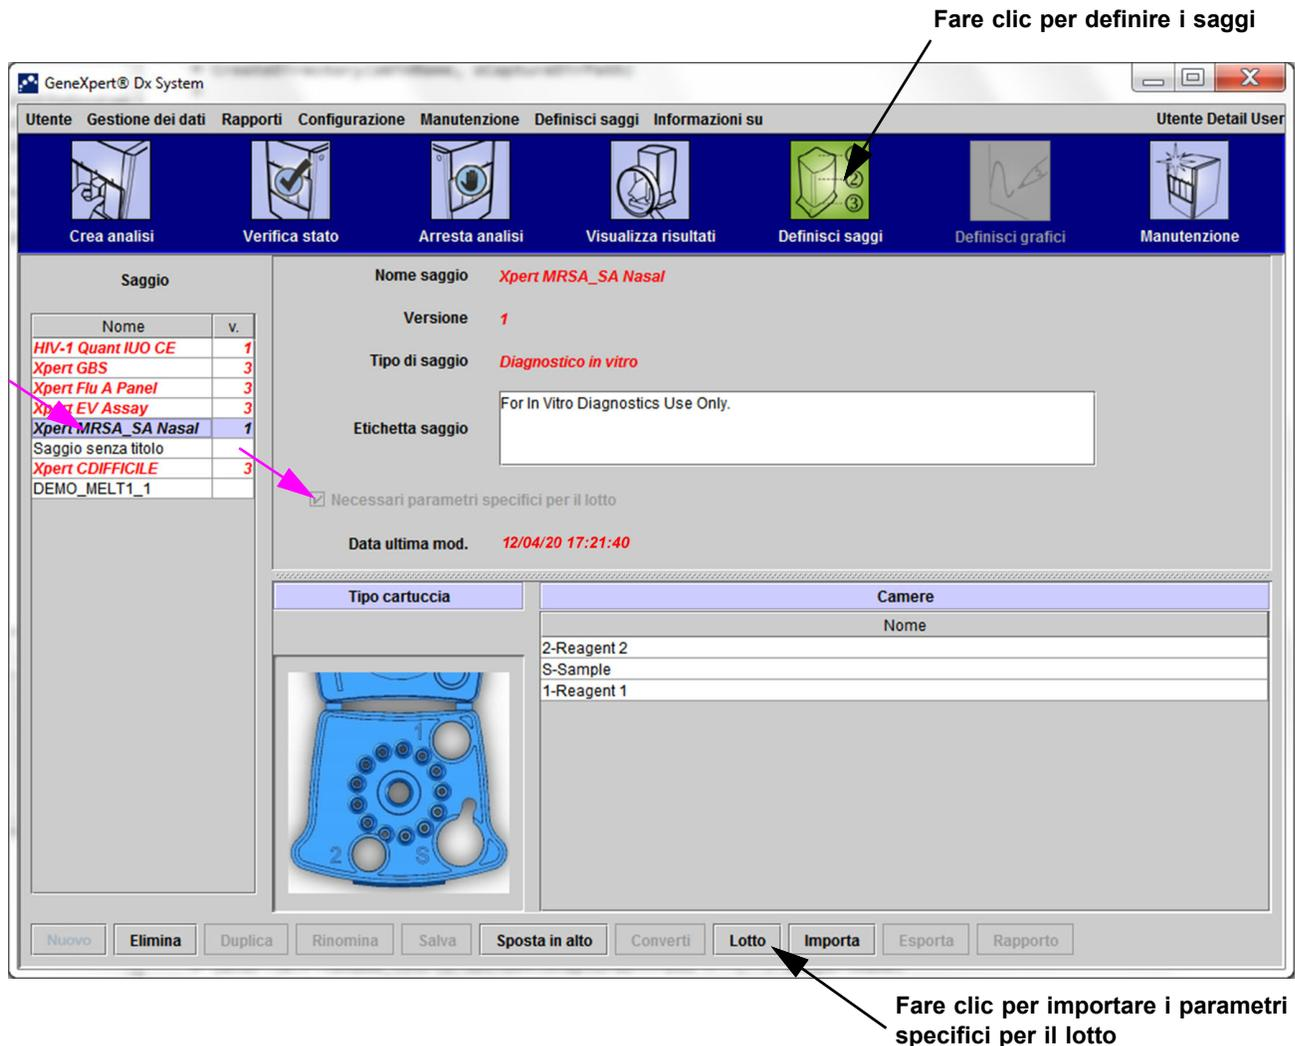
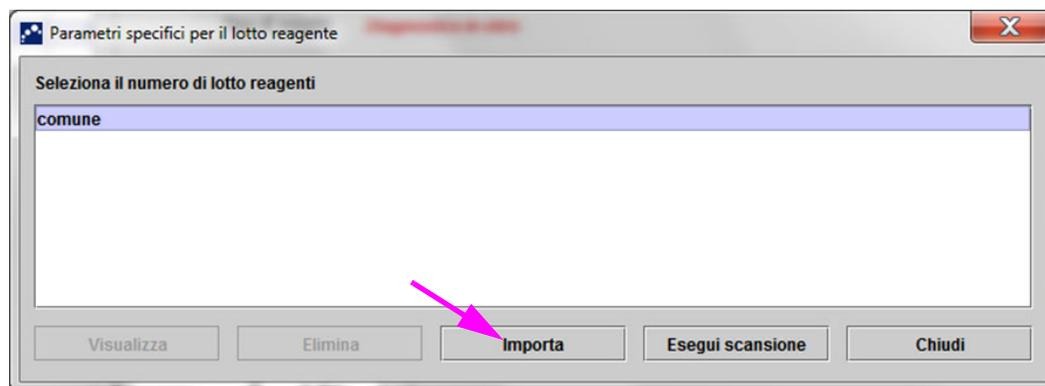

Figura 2-94. Finestra Definisci saggi con la casella **Necessari parametri specifici per il lotto** selezionata
Figura 2-95. Finestra di dialogo Parametri specifici per il lotto reagente
1. Nella finestra Definisci saggi (vedere la Figura 2-94), selezionare il nome del saggio nell'elenco **Saggio** sul lato sinistro della finestra.
2. Fare clic su **Lotto**. Verrà visualizzata la finestra di dialogo Parametri specifici per il lotto reagente. Vedere la Figura 2-95.
La Figura 2-95 mostra il numero di lotto del reagente comune prima che vengano importati i lotti specifici. Se i parametri specifici dei saggi e/o dei lotti sono già stati importati nel sistema, verranno visualizzati i numeri dei lotti del reagente.
1. Nella finestra **Definisci saggi** (vedere la Figura 2-94), fare clic su **Lotto**. Verrà visualizzata la finestra di dialogo Parametri specifici per il lotto reagente. Vedere la Figura 2-95.